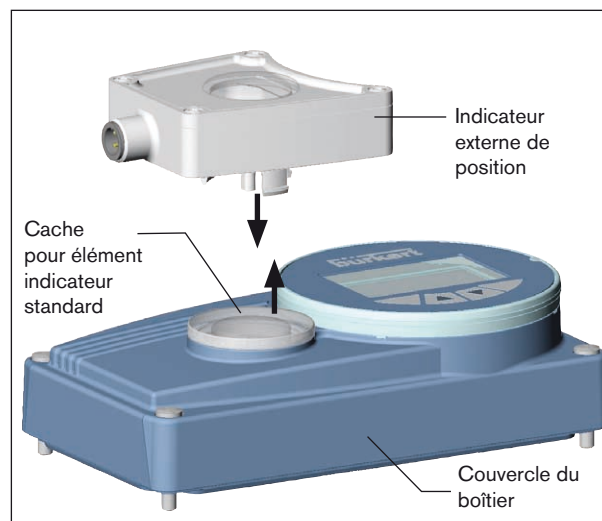

Fig. 2: Mettre l'indicateur externe de position en place
- Faire sortir le cache de l'indicateur de position standard du couvercle de boîtier en appuyant (voir Fig. 2: ).
- Poser l'indicateur externe de position dans l'évidement rond du couvercle de boîtier et appuyer sur l'indicateur jusqu'à ce qu'il s'enclenche (voir Fig. 2: ) .